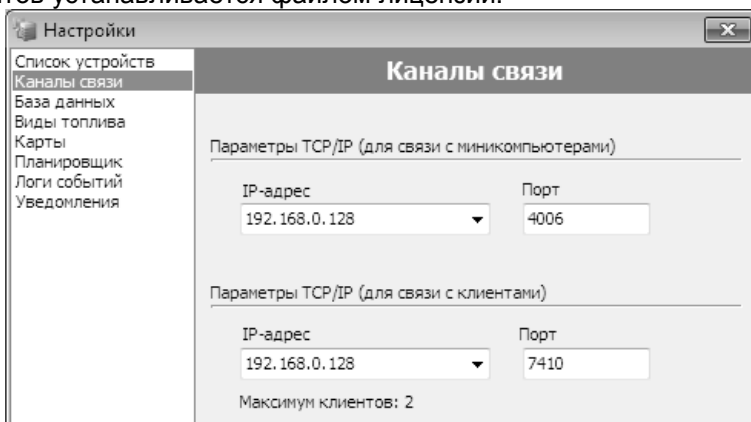

Рисунок 21
6.4 Настройка "Сервера" для работы с "Клиентом" выполняется в пункте "Каналы связи", где указывается IP-адрес и порт, по которым идет подключение к "Серверу" (рисунок 21). Максимальное количество клиентов устанавливается файлом лицензии.